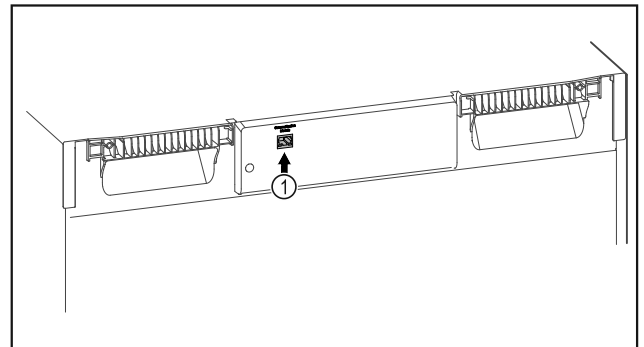

Fig. 150
- Το SmartModule Fig. 150 (1) είναι τοποθετημένο.